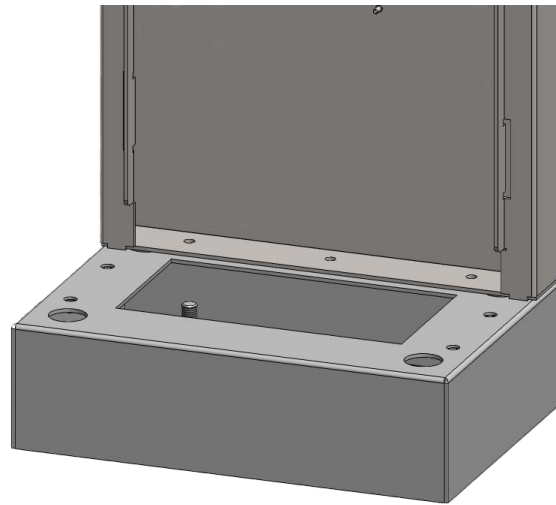

Abbildung 7: Ansicht Verschraubung Sockel
2. Rückwand [4] (Abb. 6) mit Sockel [5] (Abb. 6) verschrauben (3-mal Schraube M8x30 mit 24 Nm) (rote Punkte Abb. 7).